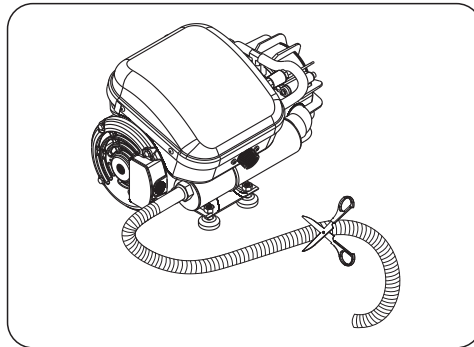

Fig. 2
- 1►Conecte a mangueira corrugada na saída de esgoto e aperte-a com a braçadeira (Fig. 2).
- 2►Corte a mangueira no local mais conveniente (Fig. 2) e instale a válvula de retenção (Fig. 3) **observando a seta indicativa de direção do fluxo** (Figs. 3 e 4). **Atenção!** A instalação incorreta da válvula de retenção (de forma invertida) causará sérios danos à bomba de vácuo.